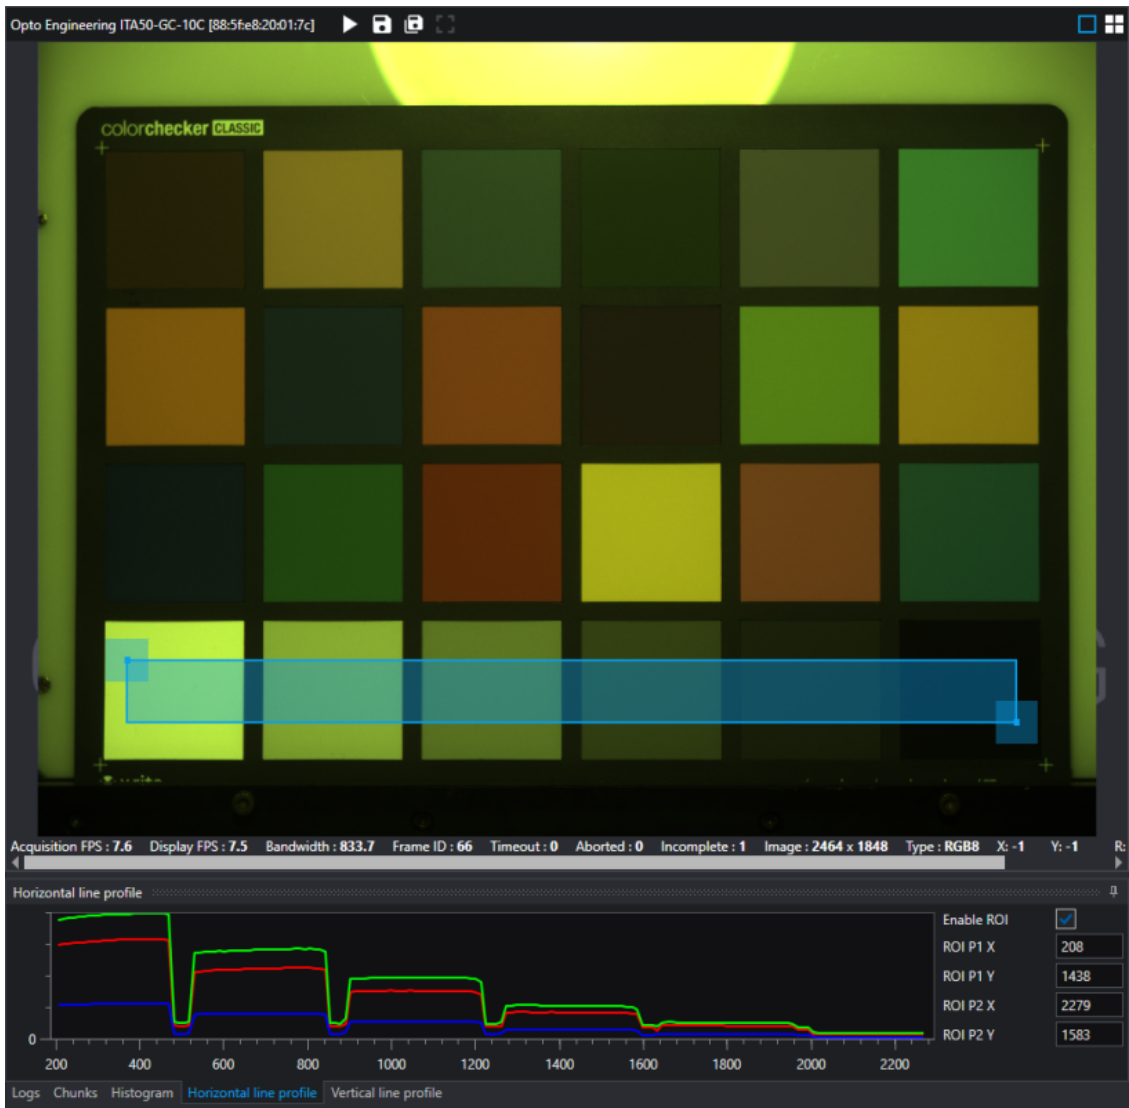

Figure 104: 色彩校准程序第一步：设置适当的ROI（仅包含色彩测试卡的灰阶色块）并在水平线分析仪中查看结果。
1. 在适当的照明条件下，选择水平线分析选项卡（中央下方面板），并绘制一个仅包含色彩测试卡底部灰阶色块的ROI（图104）。